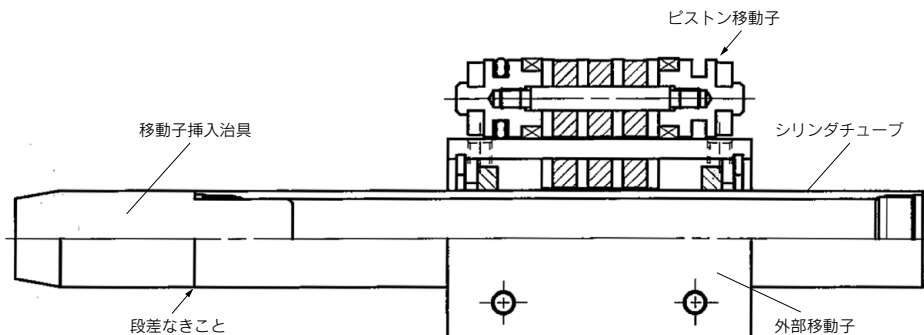
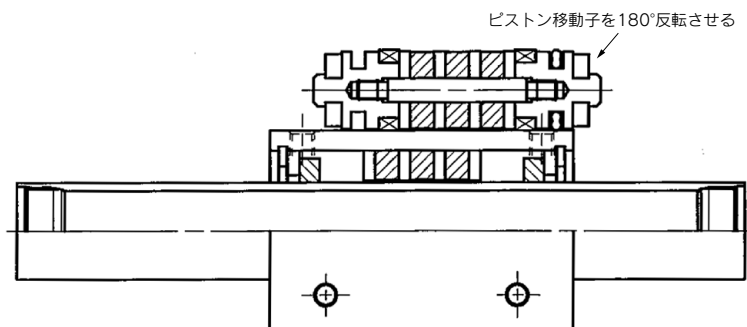

図5 正しい方向性(各移動子の中心に位置する)(φ10)
図6 間違った方向性(各移動子の中心に位置しない)(φ10)
- (1) シリンダチューブ内周面にグリースを塗布してください。
- (2) ピストン移動子を外部移動子上に置いてください(φ6、φ10の場合)。φ6、φ10以外のサイズは各移動子の挿入方向性はありませんので作業不要です。
- (3) 図6のようにピストン移動子が外部移動子の中央で吸着できない場合は、ピストン移動子を180°反転して図5のようにしてください。間違った方向で各移動子をシリンダチューブに挿入すると、正常な磁石保持力は発生しません。また、正常なストロークも出ません。ご注意ください。
- (4) シリンダチューブに移動子挿入治具を挿入してください。
- (5) 各移動子が図5の状態であることを確認したうえで、グリースを塗布した外部移動子をシリンダチューブに挿入してください。
- (6) 移動子挿入治具をシリンダチューブから外してください。
- (7) グリースを塗布したピストン移動子をシリンダチューブに挿入してください。
- (8) 外部移動子を手で複数回移動させ、グリースをシリンダチューブ全体になじませてください。
- (9) 外部移動子をストローク端に移動させ、ピストン移動子端面に付着した余分なグリースを軽くふき取ってください。
- (10) シリンダチューブのねじ部に付着したグリースをアルコールなどでふき取った後、接着剤：ロックタイトNo.542(赤色)をシリンダチューブまたはヘッドカバーのねじに塗布してからヘッドカバーを締付けてください。